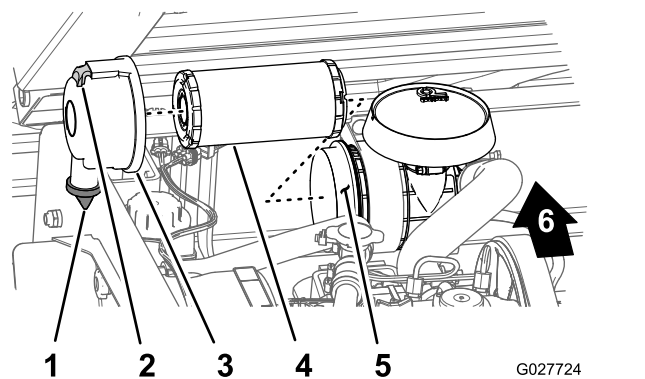

Рисунок 29
2. Проверьте корпус воздушного фильтра на наличие повреждений, которые могли бы вызвать утечку воздуха (Рисунок 29).
3. Потяните защелку наружу и поверните крышку воздушного фильтра против часовой стрелки (Рисунок 29).
5. Во избежание излишнего запыления соблюдайте осторожность при извлечении фильтрующего элемента из корпуса воздушного фильтра (Рисунок 29).